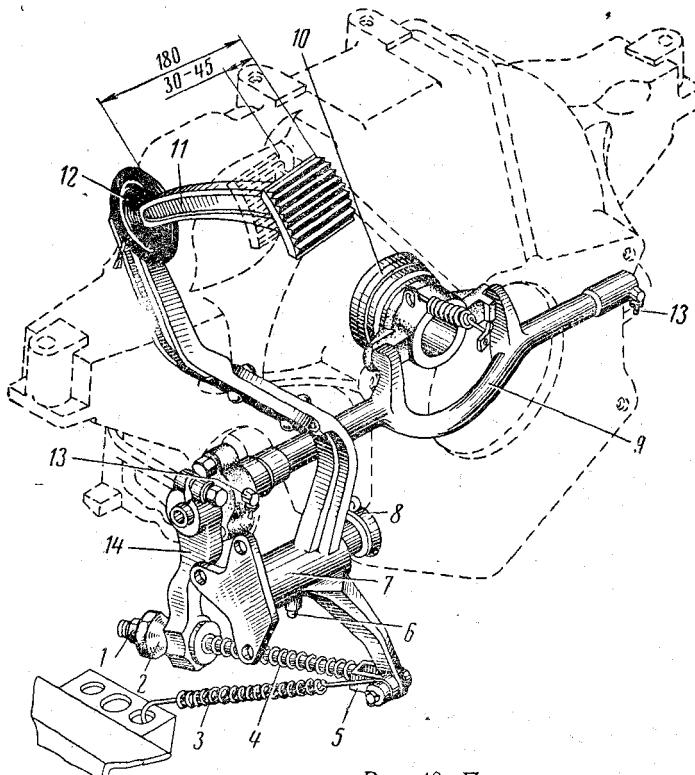

Рис. 40. Привод сцепления:
Для выключения сцепления служит ножная педаль 11 (рис. 40), которая установлена на кронштейне 7, закрепленном на левом лонжероне рамы автомобиля. Нижний конец педали связан регулируемой тягой 5 с рычагом 14 вилки 9 выключения сцепления. Величина хода педали ограничена упором педали в пол кабины.
1. Отвернуть контргайку 1 (см. рис. 40).